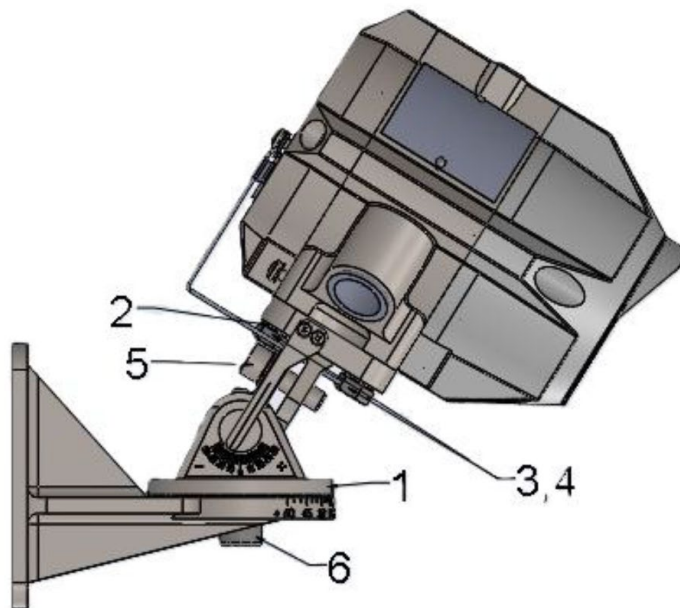

Figure 15 : Détecteur sur support inclinable – Vue latérale
- a) Montez la base de la rotule (Figure 15) à une structure solide utilisant quatre fixations appropriées à travers les quatre trous de 7 mm (0,28 po) de diamètre. Quatre vis imperdables avec rondelles à ressort sont fournies dans le support basculant.
Procédez comme suit pour installer le détecteur à la rotule de fixation, en vous référant à la Figure 13 et Figure 15 :
- Placer le détecteur, avec ses entrées de câble/conduit pointant vers le bas, sur la plaque de maintien de la rotule ( 2, Figure 15).
- Desserrez les vis de verrouillage (5 et 6, Figure 15) de manière à vous permettre de faire pivoter le détecteur.